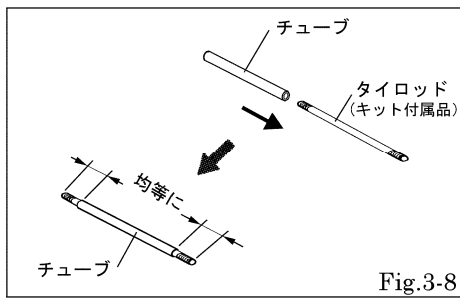

Fig.3-8
- ・ 取外したタイロッドにフッ素樹脂製チューブが取付けられている場合は、チューブを引抜き、キット付属のタイロッドに差し込み直す。[Fig.3-8]
NOTE :チューブはタイロッドの中央に配置してください。[Fig.3-8]